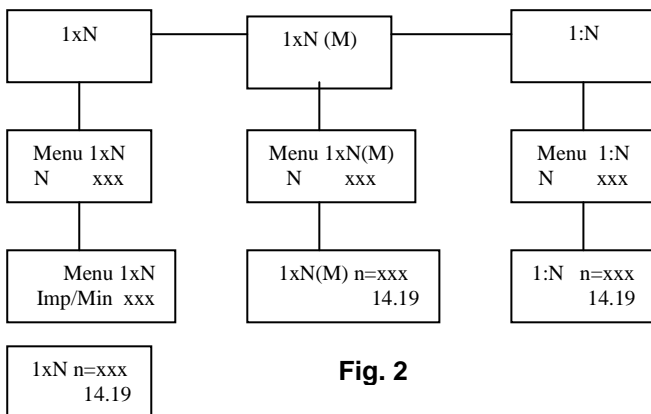

Fig. 2
pour entrer dans le sous menu correspondant et avec < > choisir le numéro des impulsions que la pompe doit effectuer à chaque impulsion reçue. Appuyer sur UP/DOWN pour retourner au menu 1xN(M) et START/STOP pour remettre la pompe en marche avec les nouvelles régulations. Le display visualisera l'option choisie (fig.2)